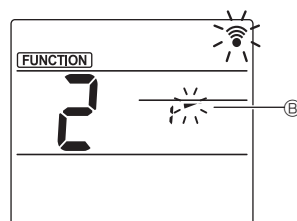

Fig. 3
③ Ustawianie kąta żaluzji (Fig. 3) Nacisnąć przycisk aby wybrać kąt żaluzji Skierować pilot bezprzewodowy w stronę odbiornika na jednostce wewnętrznej, po czym nacisnąć przycisk [SET].